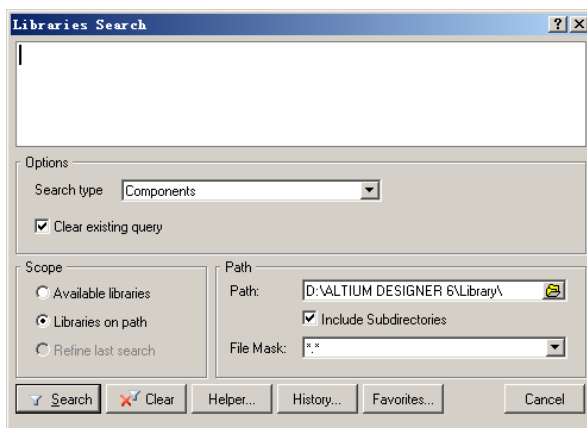

图 2.135 “Libraries Search”对话框
(1) 单击工作区右侧的“Libraries”标签，打开“Libraries”工作面板。
(2) 单击“Libraries”工作面板上的“Search...”按钮，打开如图 2.135 所示的“Libraries Search”对话框。